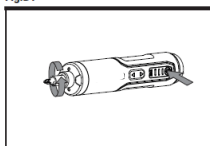

Fig.C1
1. FUNCIONAMENTO PARA A FRENTE/TRÁS (VER FIG. C1, C2)
Prima qualquer uma das extremidades do botão de avanço/retrocesso para ligar a aparafusadora. Solte-o completamente para parar a chave de fendas. Rotação para a frente (sentido dos ponteiros do relógio): Prima o botão de avanço para acionar os parafusos (Fig. C1).